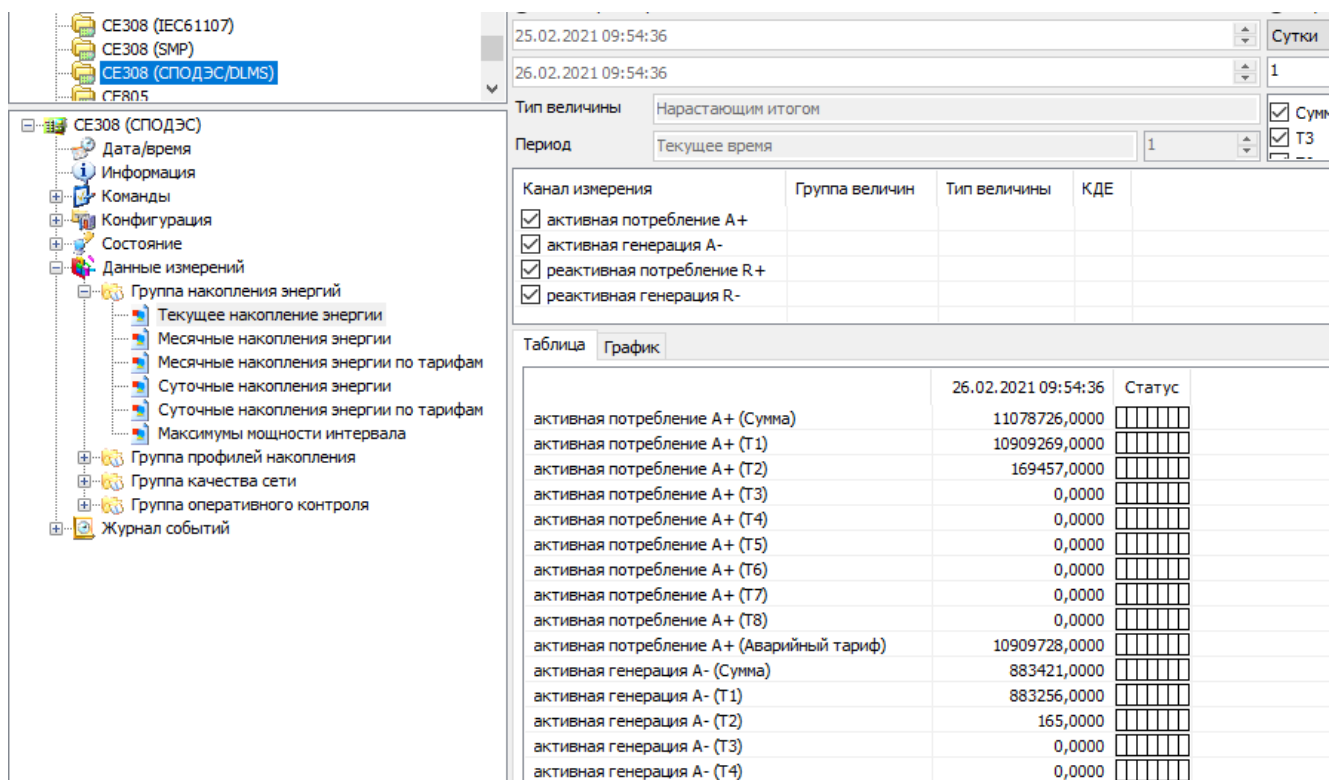

Рисунок 77 – Чтение текущих показаний накопителей энергии
6.3.2.6 Считать накопления энергии в ТПО AdminTools можно на странице «CE208/CE308(СПОДЕС/DLMS) → Данные измерений → Группа накопления энергий → Текущее накопление энергии» (рисунок 77).